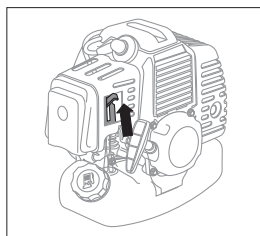

fig. 9
- Poziționați maneta clapetei de aer în poziția de sus - | "Închis" (fig. 9).
7. Poziționați maneta clapetei de aer (fig. 9) în poziția din mijloc.